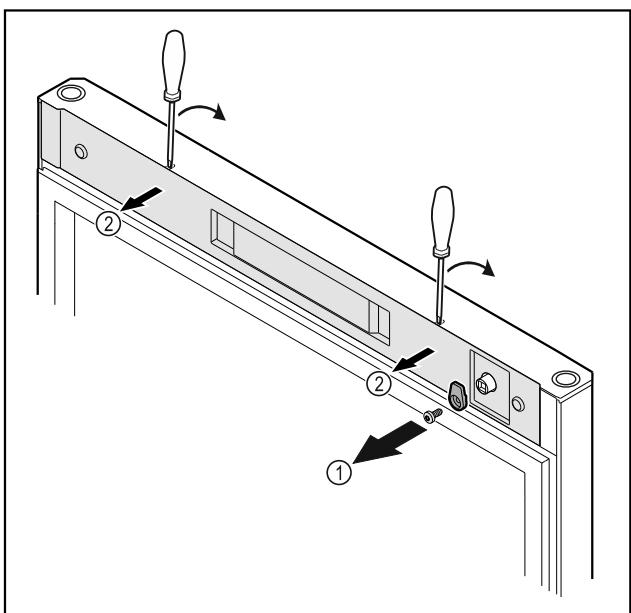

Fig. 20
- ▶ 拧下锁钩 Fig. 20 (1)。
- ▶ 使用小型螺丝刀松开并取下盖板 Fig. 20 (2)。